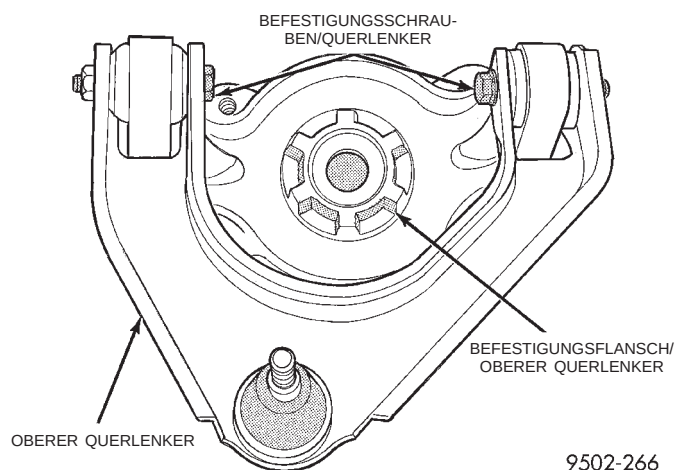

Abb. 24 Befestigung des oberen Querlenkers am Befestigungsflansch
(18) Die beiden Schrauben (Abb. 24) lösen, mit denen der obere Querlenker am Befestigungsflansch montiert ist.
HINWEIS: Die Schrauben **MÜSSEN** so eingebaut werden, daß die Schraubenköpfe zur Schraubenfeder weisen, nachdem der Befestigungsflansch auf dem Stoßdämpfer montiert ist (Abb. 24).
(2) Die beiden Schrauben eindrehen und festziehen, mit denen der obere Querlenker am Befestigungsflansch montiert wird (Abb. 24). Die beiden Schrauben mit einem Anzugsmoment von 95 N·m (70 ft. lbs.) festziehen.